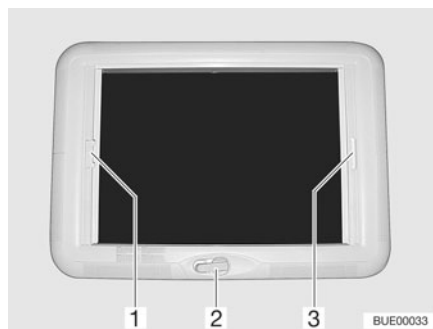

Fig. 48 Lanterneau à manivelle
- Tourner la manivelle (Fig. 48,2) jusqu'à ressentir une résistance (angle d'ouverture max. 70°).
- Tirer la poignée du dispositif occultant plissé (Fig. 48,3) et le relâcher lorsqu'il a atteint la position voulue. Le dispositif occultant plissé reste alors à cette position.
- Tirer sur la poignée (Fig. 48,1) de la moustiquaire jusqu'à toucher la poignée du dispositif occultant plissé (Fig. 48,3) située vis-à-vis et la faire s'enclencher.
- Appuyer sur la poignée de la moustiquaire (Fig. 48,1) vers l'arrière et le haut et décrocher la moustiquaire du dispositif occultant plissé (Fig. 48,3).